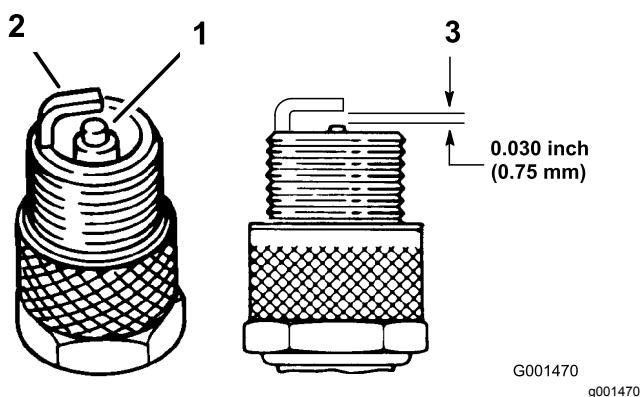

Рисунок 30
1. Осмотрите середину каждой свечи зажигания (Рисунок 30).
3. Проверьте зазор между центральным и боковым электродами (Рисунок 30).
**Примечание:** Если зазор неправильный, отогните боковой электрод (Рисунок 30).
3. Присоедините провода к свечам зажигания (Рисунок 30).